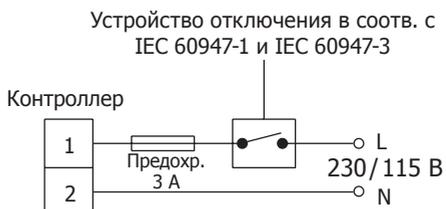

Рис. 13
3. Предохранители должны стоять на всех фазовых проводах (см рис. 13 и 14).